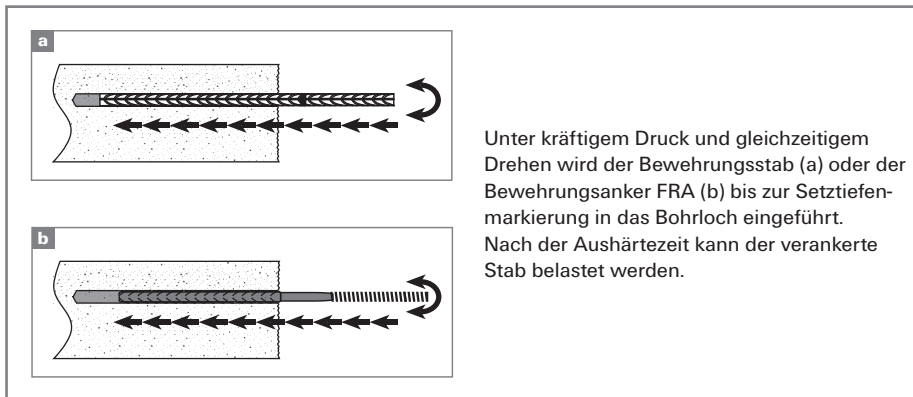

Abb. 9: Einsetzen des Bewehrungsstabes
- Der bereitliegende Bewehrungsstab ist unter **kräftigem Druck** und mit **drehender Bewegung** in das verfüllte Bohrloch **bis zur Setztiefenmarkierung** einzuführen (Abb. 9).